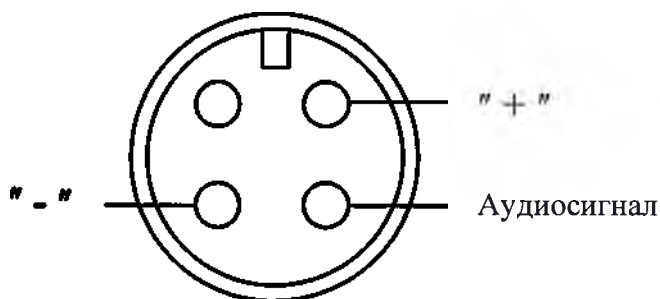

Рис. 3. Полярность подводимого напряжения
10.6 Максимально допустимое напряжение переменного и постоянного тока, которое может быть приложено к аудиовходу СА – 3 В.. Полярность подводимого напряжения, соответствует рис. 3.